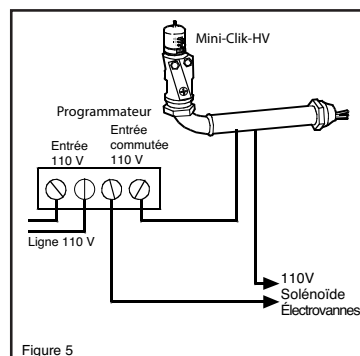

Figure 5
C. Instructions spéciales pour la sonde Mini-Clik-HV — Fig. 5 et 6